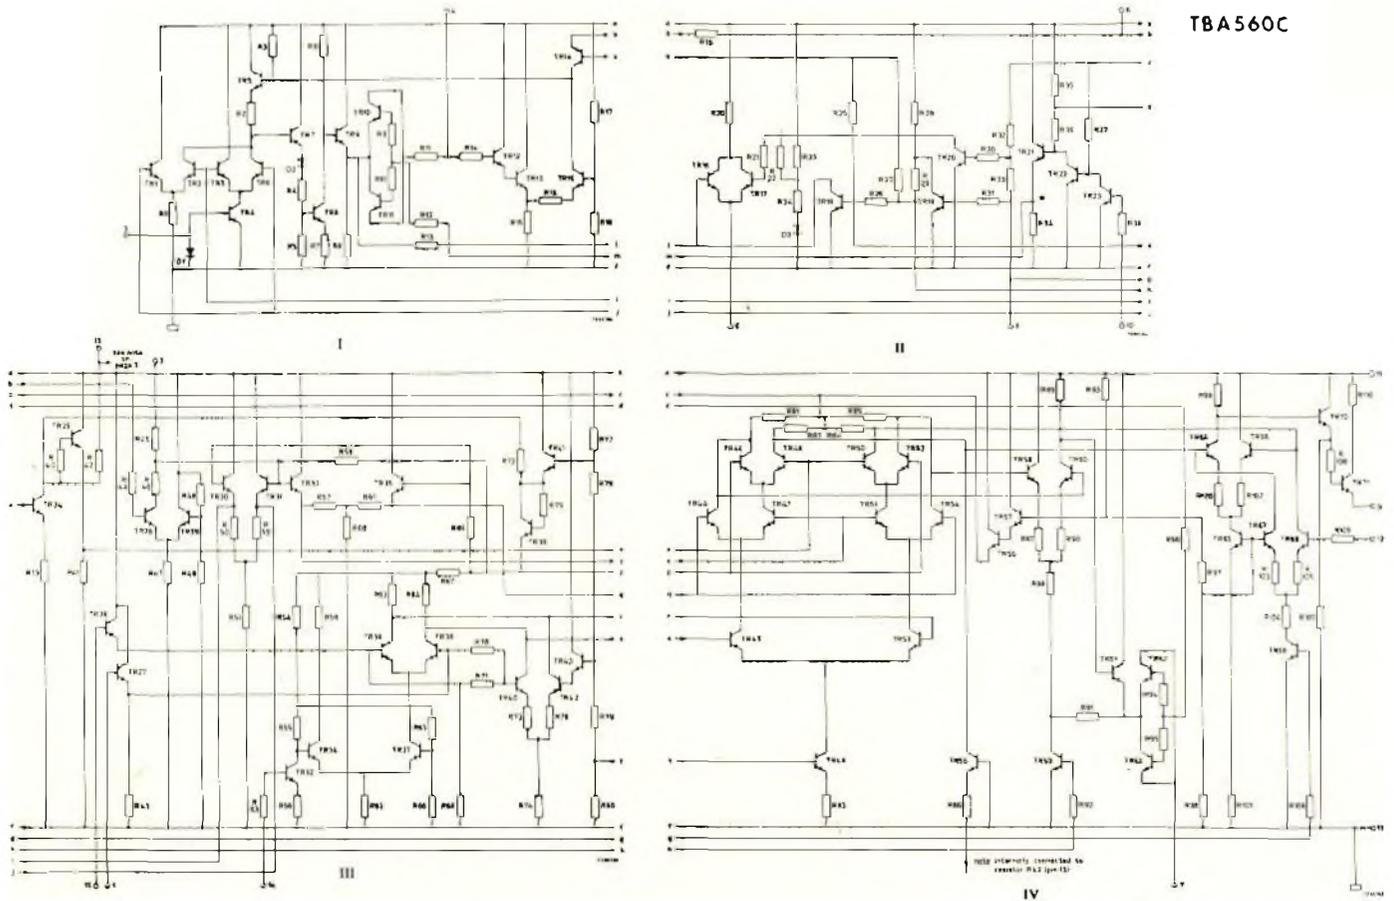

Fig. 168 - Circuiti contenuti nell'integrato TBA 560C, combinazione luminanza + cromaticanza.
- il T 630 S: contiene 2 demodulatori sincroni (circuiti attivi) + altre funzioni per i segnali R-Y e B-Y, la matrice per il segnale G-Y, il commutatore PAL con flip-flop. Nelle figure 168, 169 e 170 sono riportati i circuiti